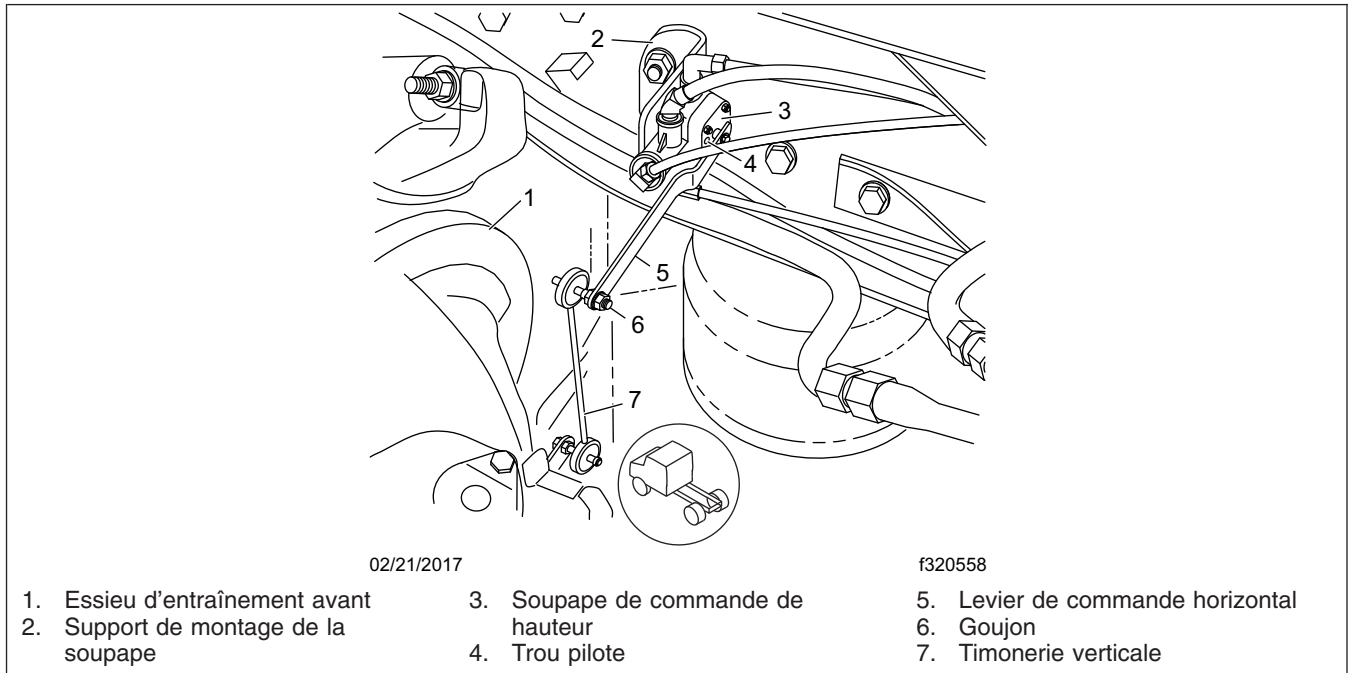

Fig. 1, Installation de la soupape de commande de hauteur
11. Retirez l'écrou et la rondelle qui fixent la timonerie verticale à l'agrafe inférieure du carter de pont. Reportez-vous à la figure 1.